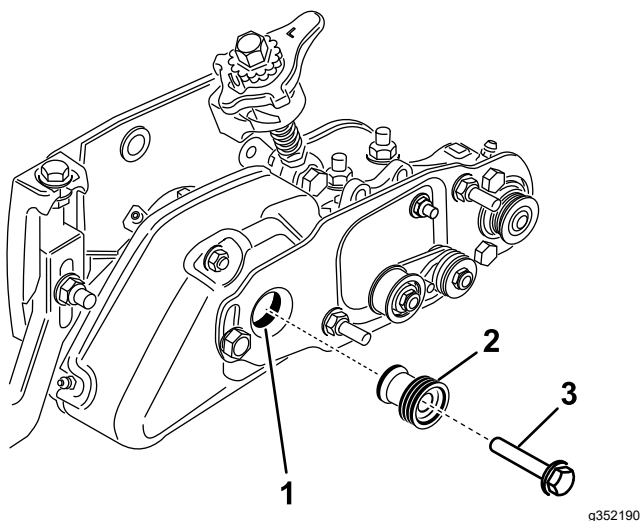

Рисунок 31
20. Отверните болт крепления шкива механической щетки к ведущему валу (Рисунок 31).
21. Вставьте ведущий шкив щетки в ведущий шкив механической щетки и в приводной вал (Рисунок 31). Убедитесь в том, что выступы шкива находятся в пазу приводного вала.
22. Прикрепите ведущий шкив к валу с помощью болта с фланцевой головкой (3/8 x 2 дюйма) (Рисунок 31). Затяните болт с моментом от 47 до 54 Н•м.